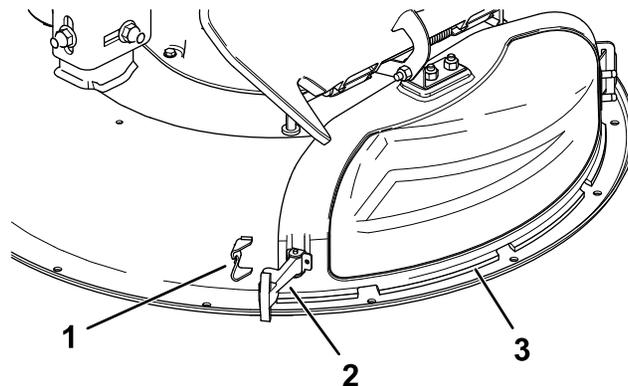

Bild 6
5. Haken Sie zum Befestigen der Auswurfkanalabdeckung am Mähwerk den flexiblen Riegel an der Auswurfkanalabdeckung im Halter am Mähwerk ein (Bild 6).
3. Lösen Sie den flexiblen Riegel vom Riegelhalter an der Auswurfkanalabdeckung und schwenken Sie die Auswurfkanalabdeckung nach rechts (Bild 6).